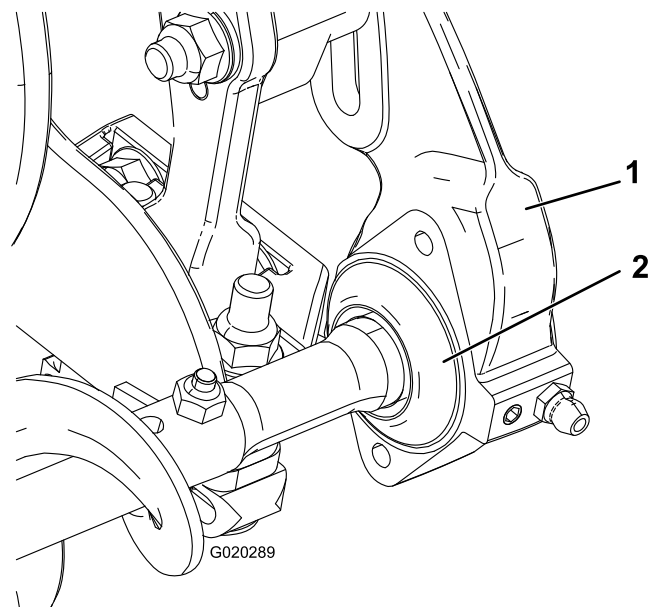

Figura 14
19. Deslize cada vedante de eliminação de sedimentos para fora até que os rebordos vedantes fiquem em ligeiro contacto com cada caixa de rolamentos (Figura 14).